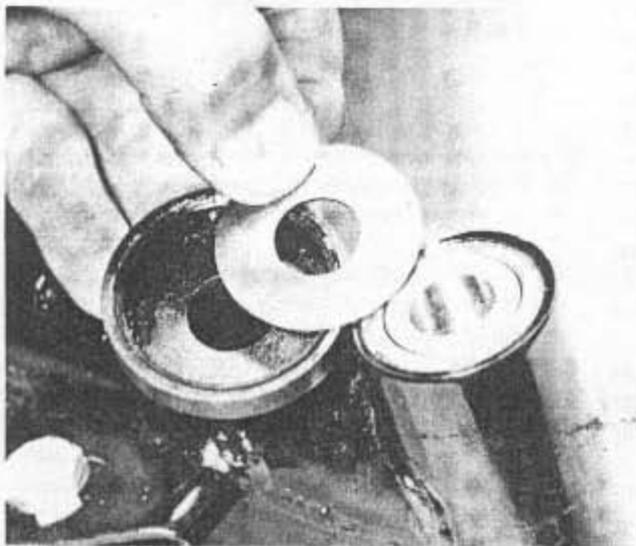

Bild 241
- Von jeder Seite des Schwingenquerträgers entferne man die Staubkappe samt darunterliegender Anlaufscheibe (Bild 241). Anschliessend ziehe man die zwei kurzen Lagerbuchsen heraus (Bild 242). Mit einem langen schlanken Schraubenzieher stosse man das mittig sitzende Abstandsrohr heraus (Bild 243). Beim Zusammenbau im Werk wurde das Abstandsrohr mit einem Sicherungsring versehen, der nun beim Ausbau verschoben wird. Da dieser Sicherungsring bei der Endmontage seinen vorgesehenen Zweck erfüllt hat, muss er nicht mehr eingebaut werden.